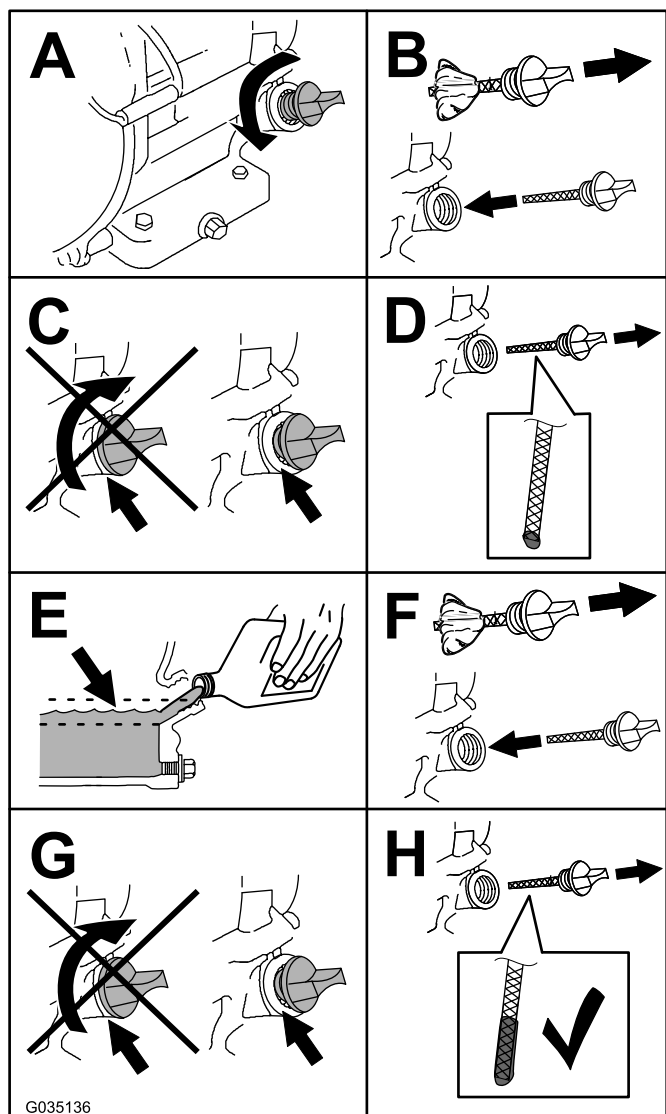

Figura 44
5. Compruebe el nivel de aceite como se muestra en la Figura 44.
- Retire la varilla (Figura 44) y vierta aceite lentamente en el orificio de llenado hasta que el nivel de aceite llegue a la marca de límite superior (borde inferior del orificio de llenado de aceite) de la varilla.